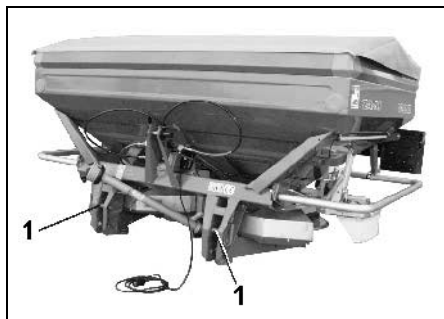

Fig. 20
- Traktorns dragarmar kopplas till tapparna (Kat. II) (Fig. 20/1) i övre borrningen på dragarmskonsolen och säkras med fjädersprintar. Dragarmskonsolen har som standard en annan nedre borrning som kan användas för att få en 120 mm högre tillkopplingshöjd till traktorn (vid t.ex. övergödsling).